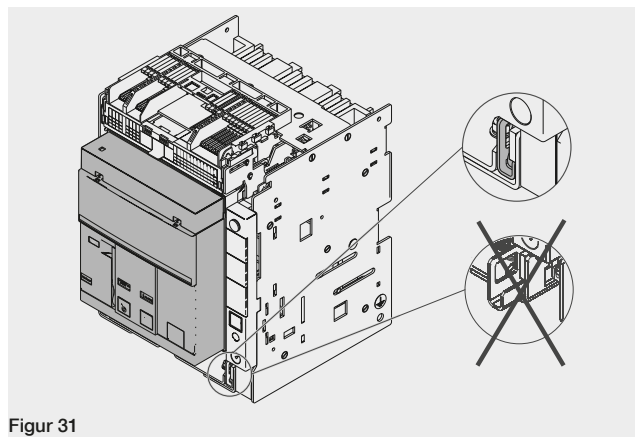

Figur 29
1. Säkerställ att signaleringsenheten på den fasta delen indikerar läge **DISCONNECT**. Se Figur 29.